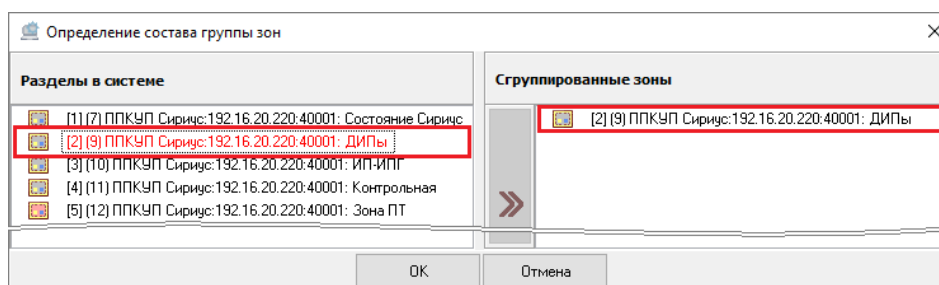

Рисунок 6-282 Выбранная аппаратная зона
В поле **«Зоны в системе»** отображаются все аппаратные зоны, которыми может управлять устройство ПКУ, для аппаратной группы зон которого определяется состав, в том числе и аппаратные зоны межпанельной сети (см. п. 6.3.1.2.9.5), если настраиваемая аппаратная группа зон принадлежит соответствующему ППКУП «Сириус». При этом для аппаратных зон, выбранных в качестве составляющих настраиваемой аппаратной группы зон, применяется маркировка **красным шрифтом** (см. Рисунок 6-282).
- дважды кликните левой клавишей мыши по аппаратной зоне в поле «Зоны в системе». Аппаратная зона будет добавлена в поле «Сгруппированные зоны» (см. Рисунок 6-282);